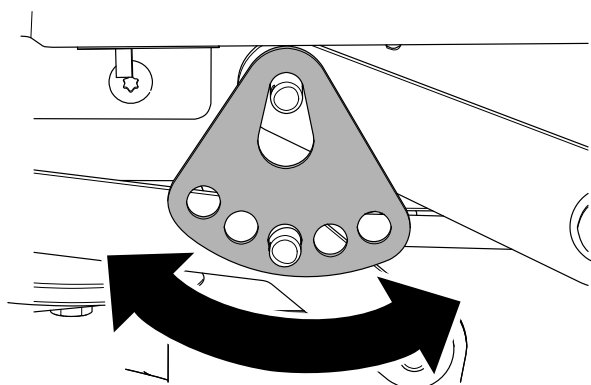

図 70
7. 刈高プレートを取り付けた時にプレートがデッキの重量を支えるように、プレート別の穴にセットする 図 70。
8. ワッシャとヘアピンコッターを取り付ける 図 70。